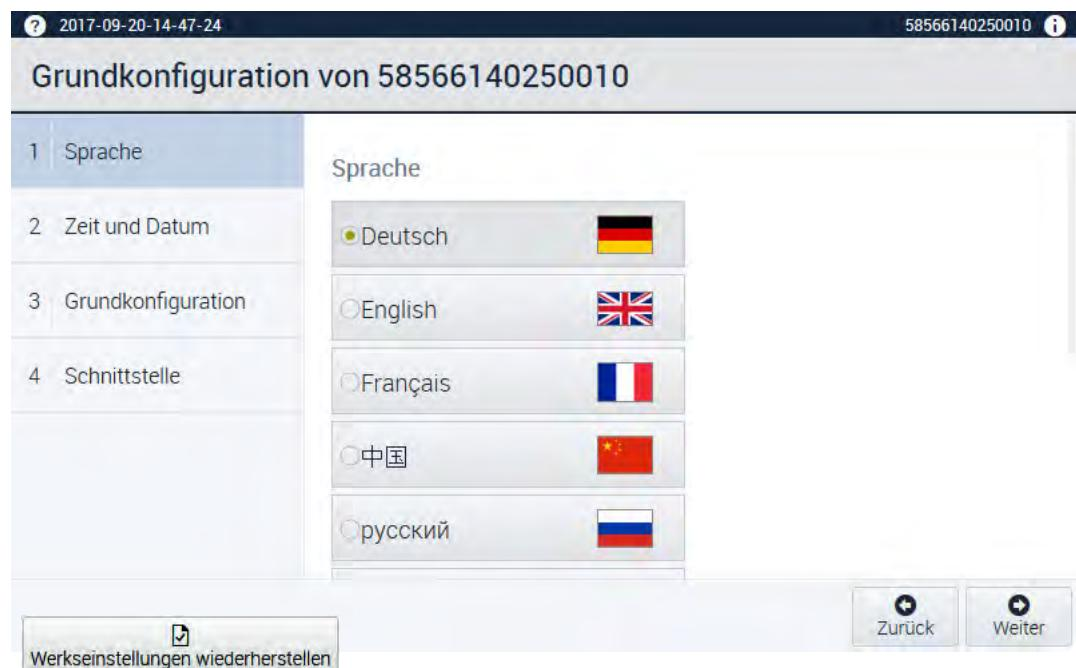

Abb. 2-1 Menü Grundkonfiguration von []
- ▶ Auf die gewünschte Sprache tippen → *Abb. 2-1 »Menü Grundkonfiguration von []«* (Seite 11).